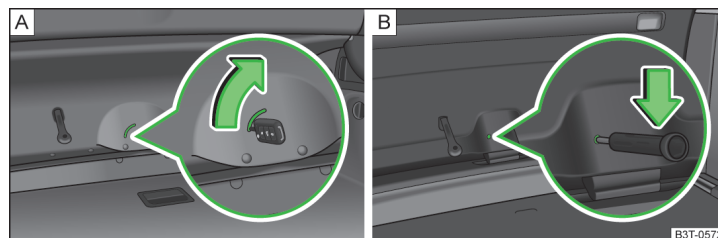

Fig. 194 Déverrouillage de secours : Superb / Superb Combi
- Insérez la clé dans la fente du revêtement jusqu'en butée » fig. 194 - **A**.
- Insérez un tournevis ou un outil similaire dans l'ouverture de l'habillage » fig. 194- [B] jusqu'en butée.